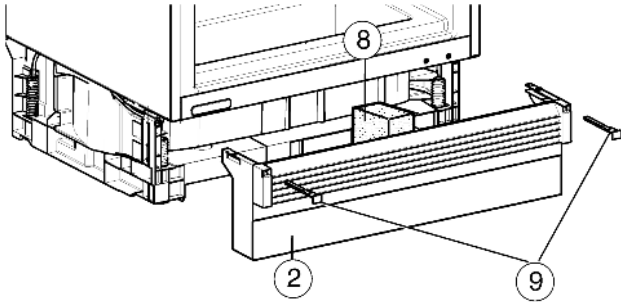

Fig. 10
- ▶ Schuimstof gedeelte Fig. 10 (8) aanbrengen - belangrijk om de luchtstromingen gescheiden te houden!
- ▶ Sokkelplaat Fig. 10 (2) weer terugplaatsen en zover naar voren trekken, dat de voorkant van het ventilatierooster en de meubelsokkelplaat één lijn vormen!
- ▶ Sokkelplaat Fig. 10 (2) vastzetten: grendel Fig. 10 (9) aanbrengen, daarbij sokkelplaat vasthouden.